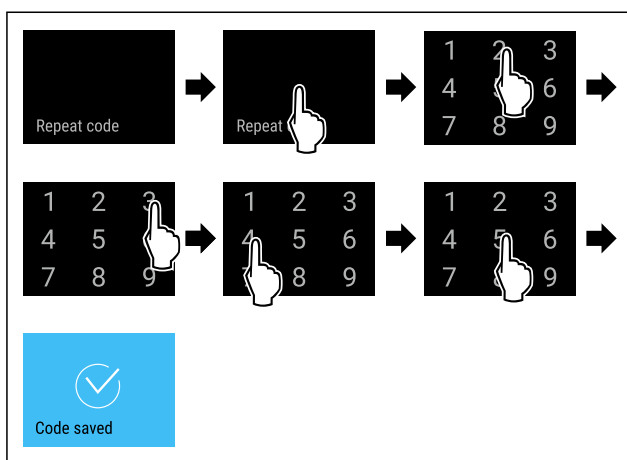

Fig. 96
- Handlungsschritte (siehe Fig. 96) durchführen.